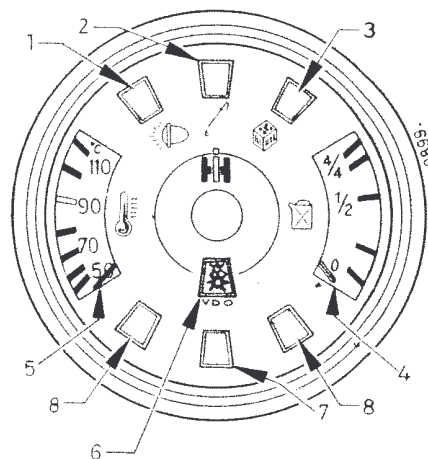

Fig. 2
TÉMOIN DE PRESSION D'HUILE MOTEUR (repère 2, Fig. 2)
Dès le démarrage du moteur la lampe-témoin verte (2) Fig. 2 doit s'éteindre.